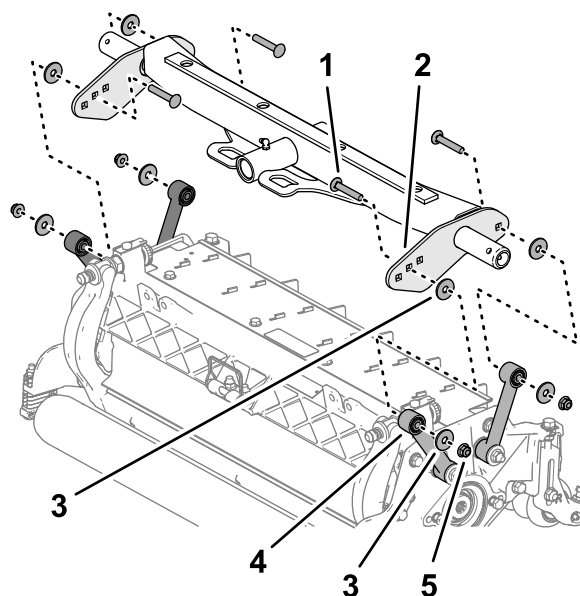

Figura 18
2. Aliniați o aibă între placa de susinere și articulaie (Figura 18) și asamblați lejer plăcile și distanțierul cu un urub de fixare ($\frac{3}{8} \times 2 \frac{1}{4}$ "), aibă și contrapiuliă cu guler ($\frac{3}{8}$ ").